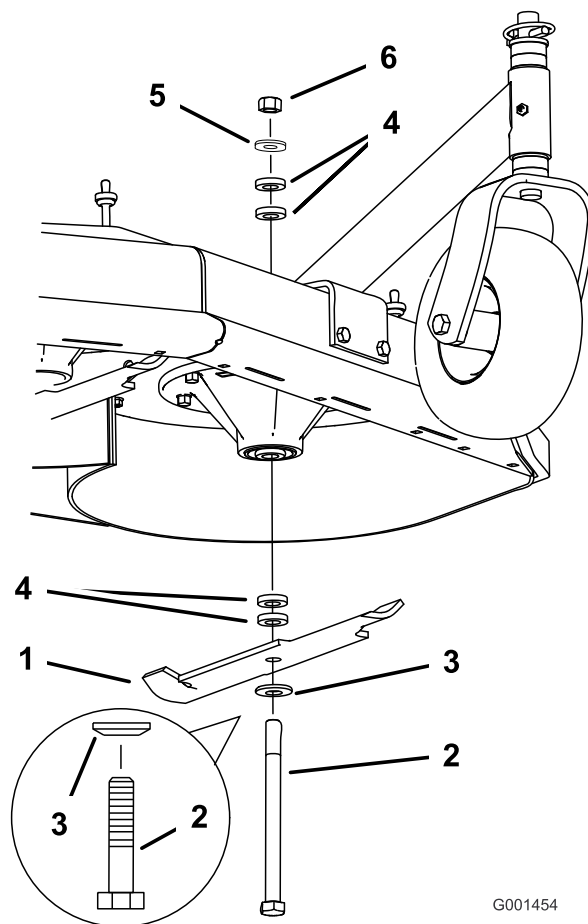

Figure 51
2. Enlevez de l'axe, l'écrou, le boulon de lame, la rondelle bombée, la lame, les entretoises et la rondelle mince (Figure 51).
1. Placez la lame sur le boulon et par dessus la rondelle bombée. Choisissez le nombre correct d'entretoise(s) pour la hauteur de coupe, et insérez le boulon dans l'axe (Figure 51).